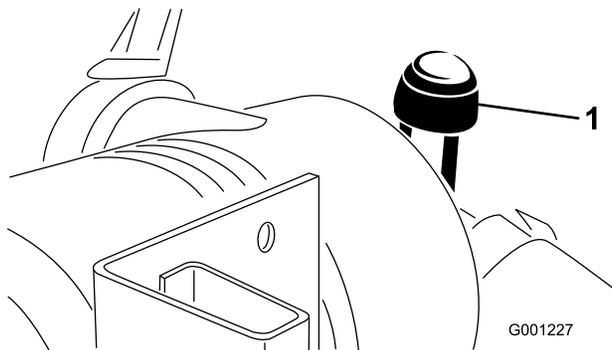

Figura 46
- Effettuate la manutenzione dell'elemento filtrante quando la spia (Figura 46) diventa rossa, oppure ogni 400 ore (più spesso in condizioni estreme di polvere o morchia). Non eccedere nella revisione del filtro dell'aria.
- Se la spia (Figura 46) è rossa, resettatela.